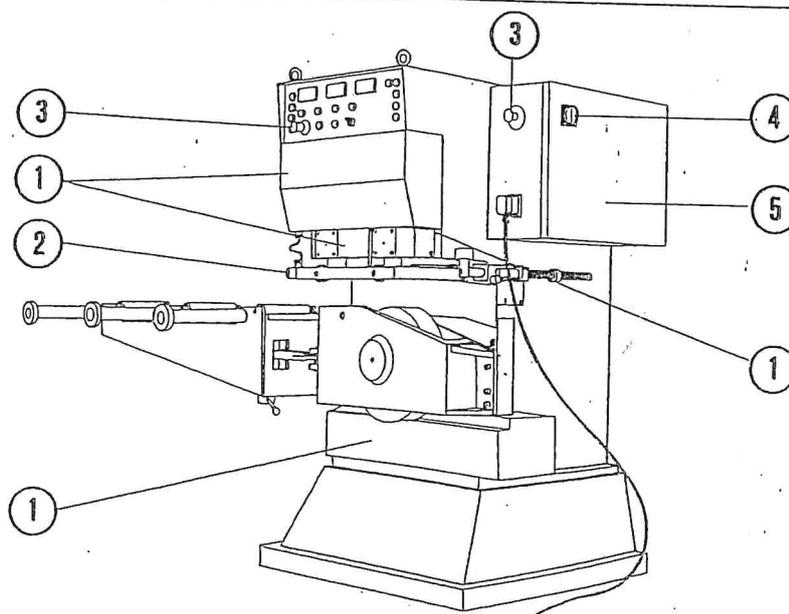

Fig. 2
Questi dispositivi di sicurezza sono descritti in un apposito capitolo, Cap. 4.4 DISPOSITIVI DI SICUREZZA. Qui di seguito si anticipa l'elenco dei principali dispositivi di sicurezza presenti (fig. 2):
- Tutti gli organi di trasmissione e le parti in movimento sono racchiusi con carter fissati con viti (1 fig. 2).
- Costola pneumatica sul bordo di entrata pezzo del premilamiera (2 fig. 2).
- Pulsanti per l'arresto d'emergenza (3 fig. 2).
- Interruttore generale lucchettabile (4 fig. 2).
- Armadio elettrico chiuso con chiave (5 fig. 2).